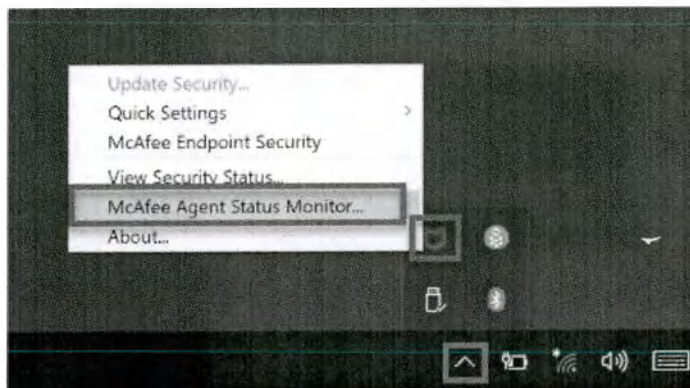

Рисунок 21. Мониторинг состояния агента McAfee
3. При необходимости нажмите , чтобы отобразить скрытые пиктограммы (Рисунок 21).
4. Нажмите пиктограмму McAfee  (Рисунок 21).
5. Нажмите **McAfee Agent Status Monitor** (Мониторинг состояния агента McAfee) (Рисунок 21).